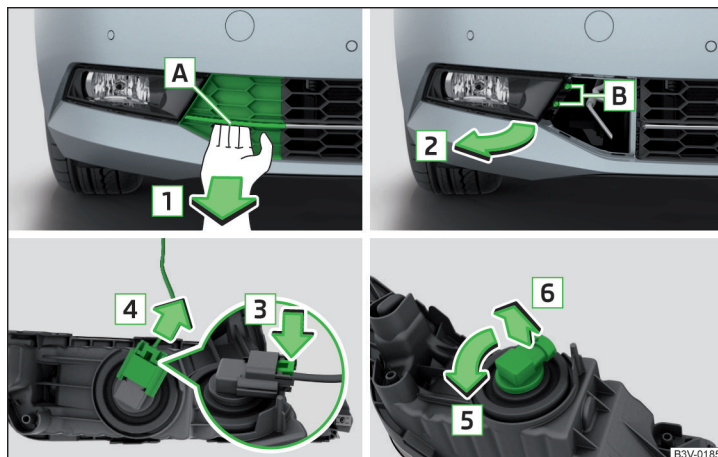

Abb. 366 Nebelscheinwerfer herausnehmen / Glühlampe wechseln
- Die Finger in die Öffnung **A** einführen und das Gitter durch Ziehen in Pfeilrichtung **1** » Abb. 366 herausnehmen.
- › Den Nebelscheinwerfer entgegen der Pfeilrichtung **2** » Abb. 366 einsetzen und festschrauben.